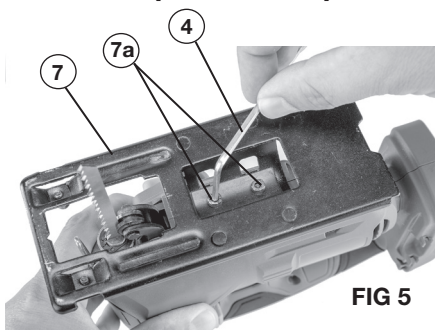
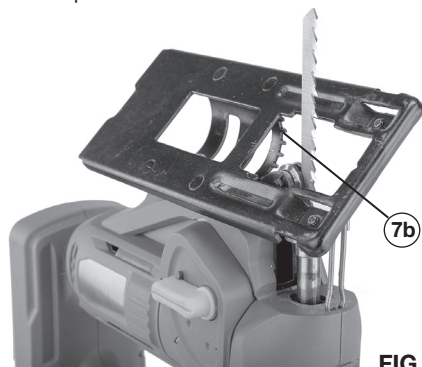

FIG 5
FIG 6
AJUSTE DE LA BASE PARA CORTES EN ÁNGULO (FIG 5 Y FIG 6)
- Usando la llave Allen incluida (4), afloja pero no retires los dos tornillos (7a) en la parte inferior de la sierra de vaivén. Consulta la FIG 5.
- Con los dos tornillos sueltos, desliza la base (7) hacia atrás todo lo posible. Dependiendo de la dirección del ángulo de inclinación, ajusta la base hacia la izquierda o hacia la derecha al ángulo de inclinación deseado. La base tiene 7 paradas positivas en 0°, 15°, 30° y 45° a la izquierda y Derecha.
ángulo de inclinación con el indicador en la parte inferior de la sierra de vaivén. Consulta la FIG 6.